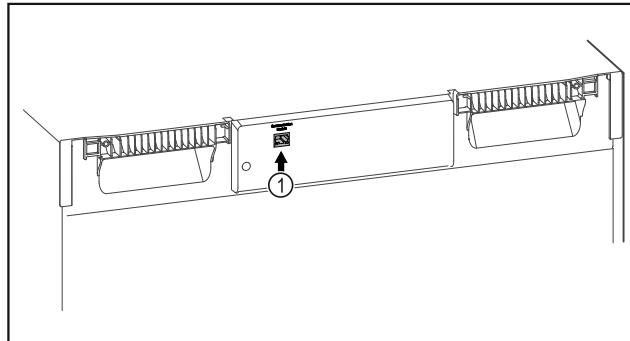

Fig. 77
- ❑ SmartModule Fig. 77 (1) je nasadený.